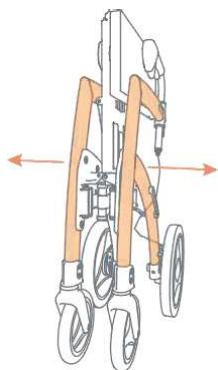

Figura 10: Desplegar tirando del marco hacia el exterior.
- a. Separe los lados del marco del Rollz Motion Electric hasta que se despliegue casi por completo (**Figura 10**).